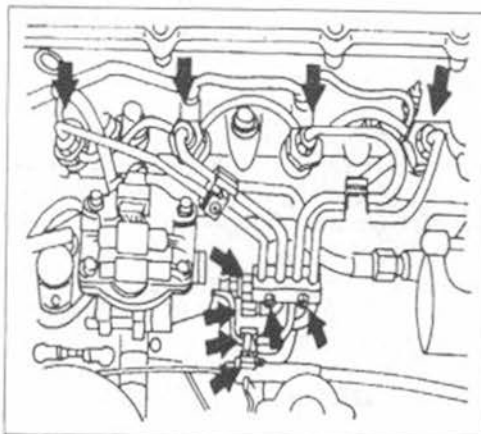

Рис.149.
Обмотать толстой тряпкой подсоединения, чтобы собрать вытекающее горючее. На рис.149 показаны места подсоединения топливопроводов.
- Отсоединить топливопроводы от насоса высокого давления (см. рис.149).